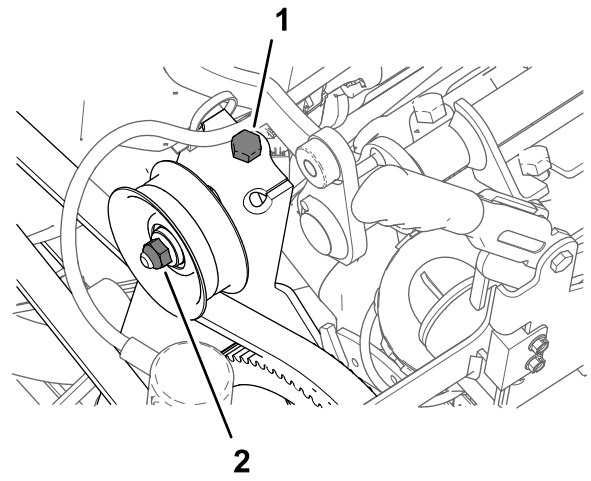

Figure 178
1. Desserrez l'écrou de l'axe de la poulie de tension (Figure 178).
2. Tournez le boulon de tension de courroie pour détendre complètement la courroie de la pompe de pulvérisation (Figure 178).